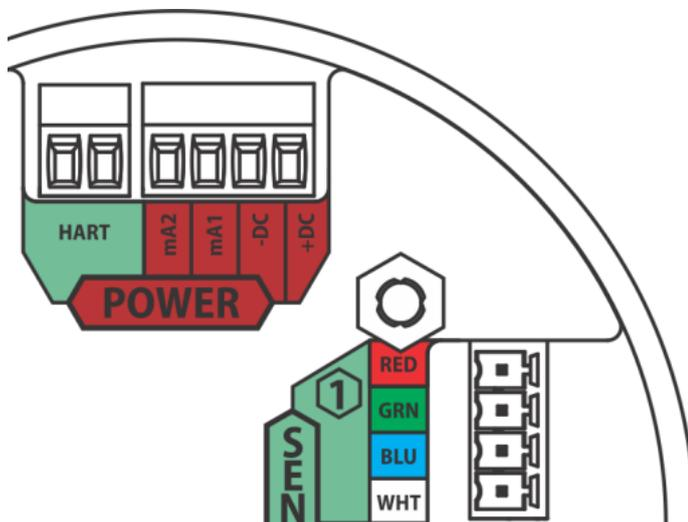

Fig. 31 Entradas de alimentación, HART y sensor
- (1) Retire la cubierta ULTIMA X5000 girándola en sentido antihorario.
- (2) Presione el pasador metálico, retirando el sistema electrónico para dejar a la vista el sensor y las conexiones eléctricas.
- (3) Retire el conector de alimentación de color rojo.
- (4) Utilice un destornillador plano pequeño para abrir las entradas de los cables del conector.
- (5) Pele el cable para dejar a la vista la pantalla y los cuatro conductores.
- (6) Conecte los cables de alimentación de las salidas analógicas. Las ubicaciones de los cables se indican en la placa de la cubierta (véase la Fig. 31):